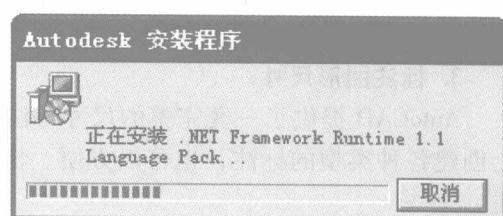

图 1-3 支持部件的安装
- 2) 单击“确定”按钮，开始支持部件的安装，如图 1-3 所示。